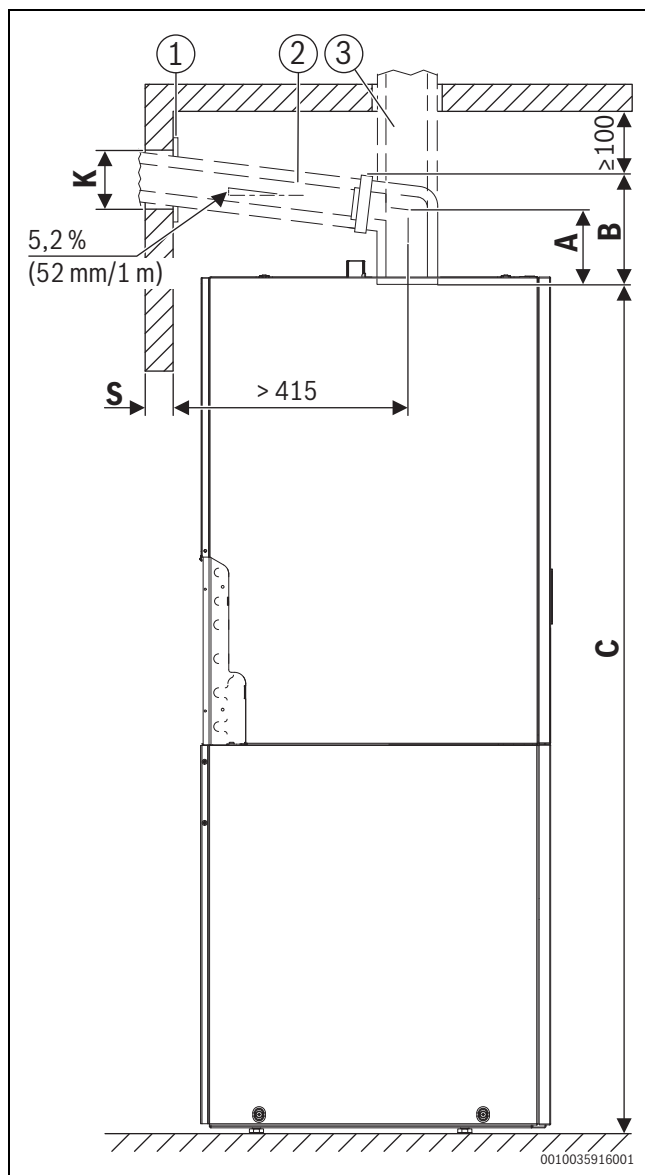

Fig. 17 Vista del lato sinistro (misure in mm)
- Se necessario, aggiungere la misura della copertura (→ fig. 17, [1]).